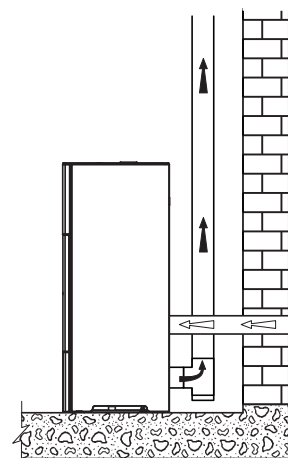

fig. 5.6
- collegare l'ingresso dell'aria comburente della stufa alla presa d'aria con un apposito condotto (fig. 5.6).